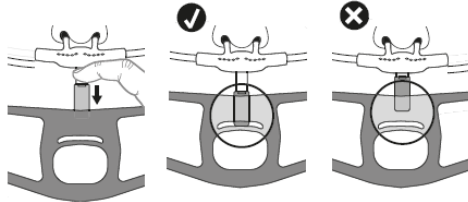

図 5
- (5) 口腔プロングがバイトブロックの CO₂ チャンネルに合うよう調整する(図 5)。